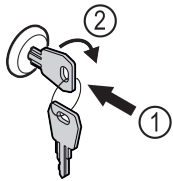

Fig. 143
- ▶ Iespiediet atslēgu Fig. 143 (1).
- ▶ Grieziet atslēgu par 90° pulksteņrādītāja virzienā Fig. 143 (2).